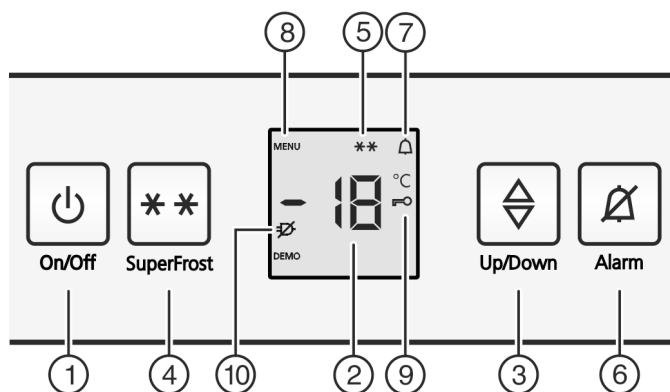

Fig. 2
- Simbol SuperFrost Fig. 2 (5) utripa skupaj s prikazovalnikom temperature.*
- ▶ Pritisnite tipko On/Off Fig. 2 (1).
- ▶ Aktiviranje nastavitvenega načina: za pribl. 5 sekund pritisnite tipko SuperFrost Fig. 2 (4).
- ▷ Na prikazovalniku se prikaže Simbol Meni Fig. 2 (8).
- ▶ Za potrditev kratko pritisnite tipko SuperFrost Fig. 2 (4).
- ▷ Simbol Otroško varovalo Fig. 2 (9) na prikazovalniku sveti.
- ▶ Na kratko pritisnite tipko On/Off Fig. 2 (1).
- ▷ Simbol Otroško varovalo Fig. 2 (9) ugasne.
- ▶ Pritisnite tipko Alarm Fig. 2 (6).
Istočasno utripata prikazovalnik temperature in simbol Alarm Fig. 2 (7).
Opozorilni signal avtomatsko ugasne, simbol Alarm Fig. 2 (7) se ugasne in prikazovalnik temperature preneha utripati, ko je temperatura spet dovolj nizka.
- ▶ Pritisnite tipko Alarm *Fig. 2 (6)*.